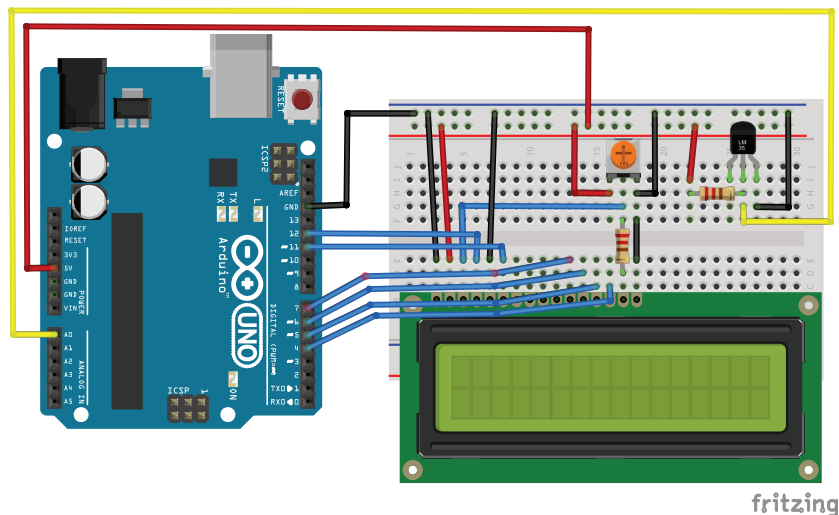

Рис. 15.2. Схема подключения датчика температуры и ЖКИ к Arduino
В нашем эксперименте мы будем считывать данные с датчика температуры LM335, который мы рассмотрели в эксперименте 13, и выводить на экран ЖКИ значение температуры в Кельвинах и градусах Цельсия. Схема подключения датчика температуры и ЖКИ в 4-битном режиме к плате Arduino показана на рис. 15.2. Заметьте, что для питания ЖКИ нужен отдельный блок питания +5 В.
1. Подключаем датчик LM335 и ЖКИ по схеме на рис. 15.2.
3. Смотрим на экране дисплея показания датчика температуры в Кельвинах и градусах Цельсия (рис. 15.2).